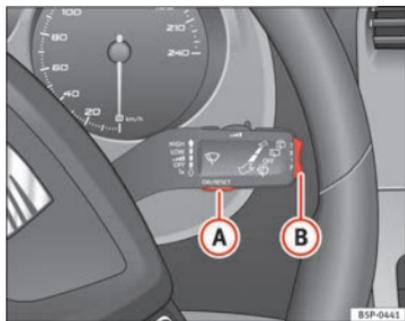
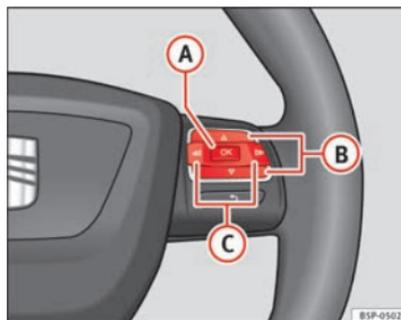

Fig. 45 Leva del tergicristallo: tasto A per la conferma del menu, tasto B per il passaggio ad un altro menu
Fig. 46 Comandi sul volante: tasto A per la conferma del menu, tasto B per il passaggio ad un altro menu
⇒ fig. 46 finché non appare sul display. In questo momento si è già nel menu.
- Per passare da una memoria all'altra, premere brevemente il tasto **[A]** ⇒ fig. 45 ⇒ pagina 70 ubicato sulla leva del tergicristallo oppure il tasto **[OK]** del volante multifunzione ⇒ fig. 46 ⇒ pagina 70 con il quadro acceso. ▶
Con l'indicatore multifunzioni si possono visualizzare numerosi dati agendo sul tasto **B** ⇒ fig. 45 ⇒ pagina 70 sulla leva del tergicristallo o il tasto **A** o **V** ⇒ fig. 46 del volante multifunzione\*.